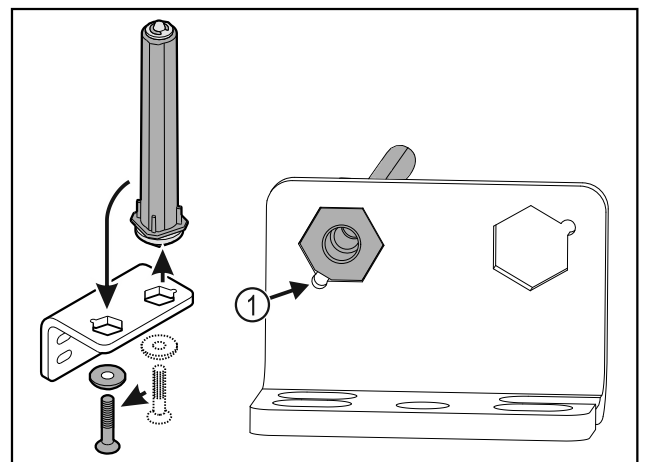

Fig. 38
- Verificare che durante l'inserimento lo smusso del perno Fig. 38 (1) sia rivolto verso il foro circolare.